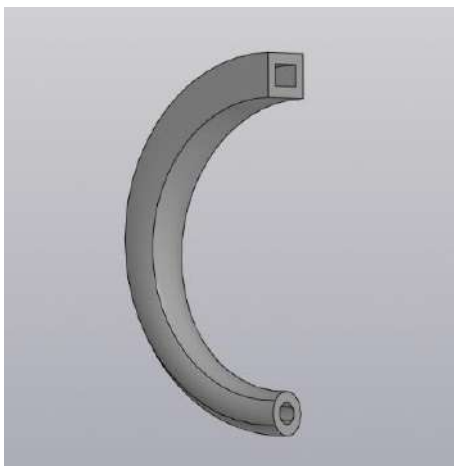

Рис. 1
2. Создайте трехмерную модель в программе КОМПАС-3D по заранее заданным сечениям (см. примеры на рис. 1, 2).